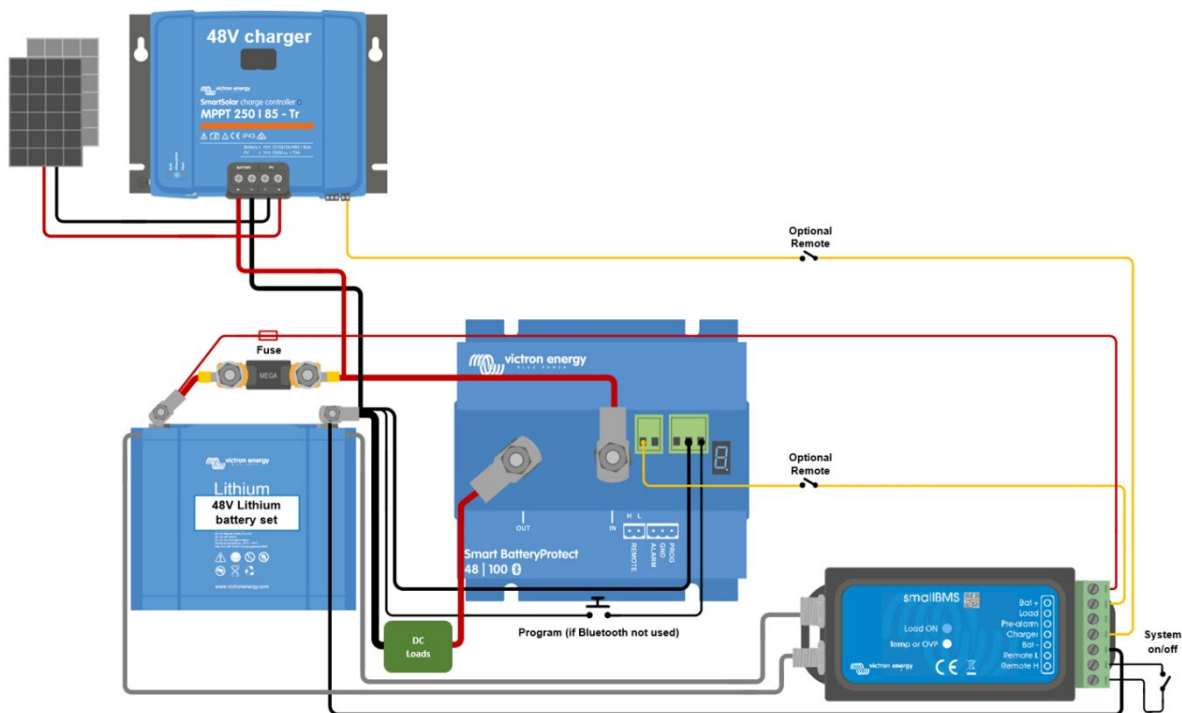

Bild 4: DC-solcellssystem med litiumjonbatteri (tillämpligt med Ve.Bus BMS eller smallIBMS)
- I litiumjonläge uppstår en död period på 30 sekunder efter att fjärringången på SBP har blivit fritt flytande. Se anmärkningarna under bild 4 för en detaljerad beskrivning.